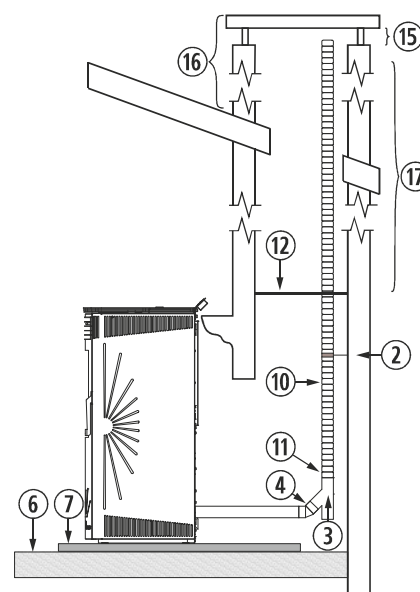

Figura 8
4.28. La instalación de un encastrable en una chimenea de obra se puede realizar en toda su totalidad en tubo flexible, tal y como indica la *figura 8*. Debemos tener especial cuidado a la hora de realizar el aislamiento entre la chimenea y el tubo de la salida de gases para evitar posibles retrocesos de gases en caso de tormenta.
②	Abrazadera de sujeción de acero inoxidable.
③	Te de 135° con registro.
④	Codo de 45°.
⑥	Suelo de madera.
⑦	Protector del suelo no combustible.
⑩	Tubo flexible de acero inoxidable.
⑪	Manguito unión rígido a flexible.
⑫	Aislante anti retroceso.
⑮	Mínimo 200mm.
⑯	Debe sobrepasar 1 metro el tejado.